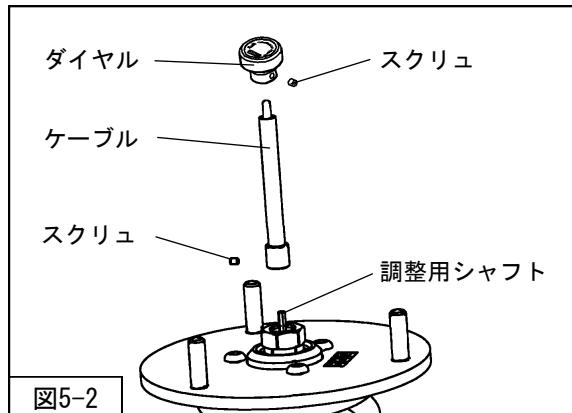

図5-2
2. 減衰力調整ケーブル（同梱品）からダイヤルを取り外し、リアサスペンションASSY先端の調整用シャフトにケーブルを取付けてください。（図5-2）
スクリュの締付けは六角レンチ（1.5mm・同梱品）を使用してください。（図5-2）